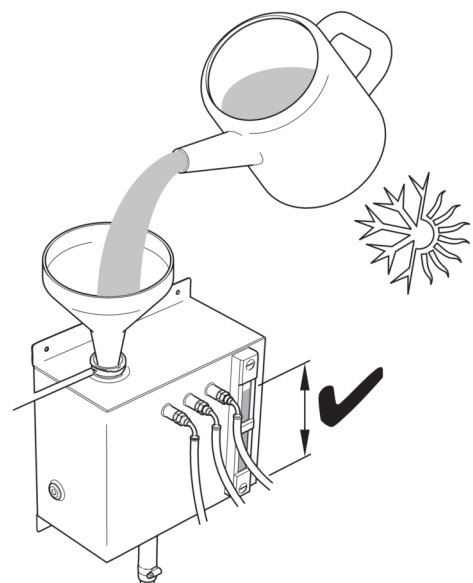

Abbildung 36
- 9 Füllen Sie Lösung mit 20 % Frostschutzmittel für Normalbedingungen, (50 % für extreme Bedingungen) nach, bis der maximale Füllstand erreicht ist (Abbildung 36).